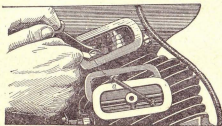

Рис. 168. Регулировка клапанов.
**Двигатель.** а) Регулировка клапанного механизма мотоциклов М-72, К-750, М-61 и М-62 (рис. 168). Проверка и регулировка должны проводиться на холодном двигателе в следующем порядке: